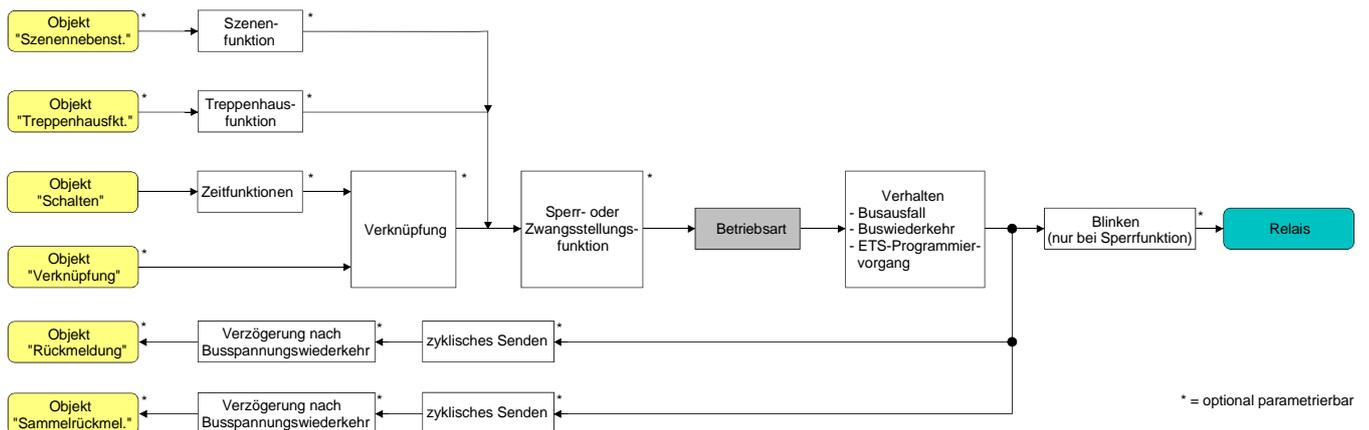

Fig. 11: Funktionsschaltbild "Betriebsart"
- i Der logische Schaltzustand ("ein - 1" oder "aus - 0") wird durch das Kommunikationsobjekt "schalten" eingestellt und durch die Funktionen beeinflusst, die optional aktiviert werden können (z. B. Zeit-/Treppenhausfunktionen, Verknüpfungen, Sperr-/Zwangsfunktionen, Szenen – vgl. Fig. 11).